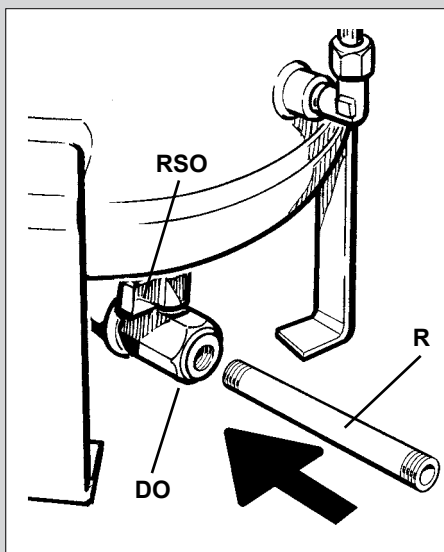

Fig. 50
- Tilslut det medleverede overgangsstykke **R**, der skal være i forbindelse med en passende samlebeholder, til overgangsstykket **DO** efter at sikkerhedsproppen er fjernet (**fig. 50**)
- Åbn hanen **RSO** en lille smule (**fig. 50**)